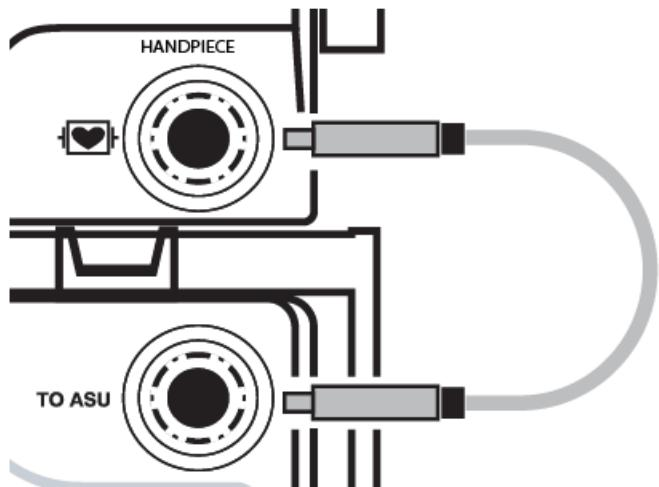

図6 RF インターフェースケーブルの接続 (ASU2/ASB3 フロントパネル)
5. ASU2 と ASB3 のフロントパネルにあるアイソレーター接続口／電流入力口に RF インターフェースケーブルをカチッと音がするまで接続し、コネクターは位置合わせのために矢印が付けられております（図 6 参照）。